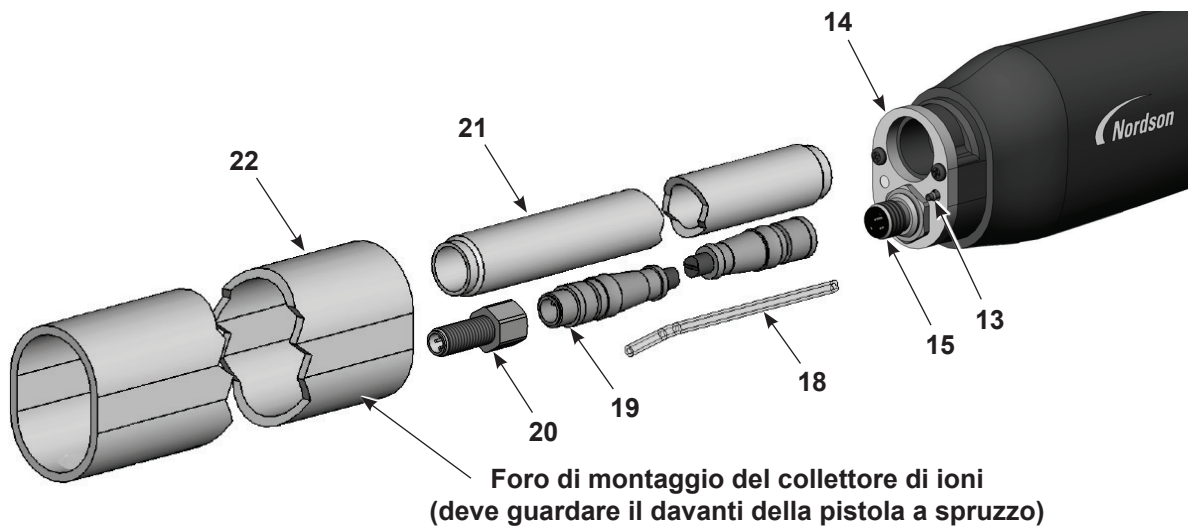
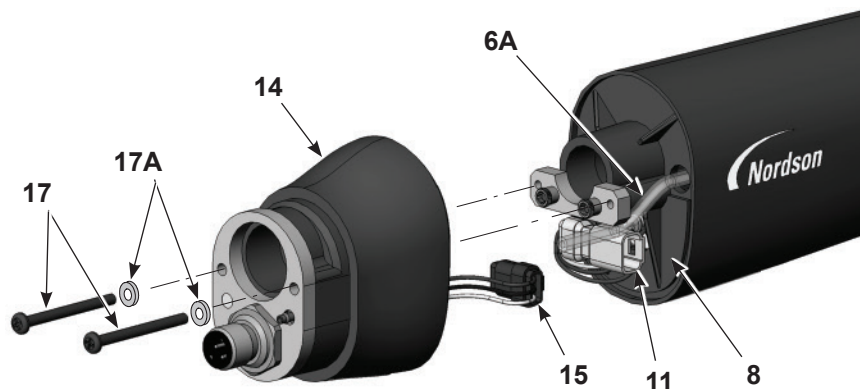
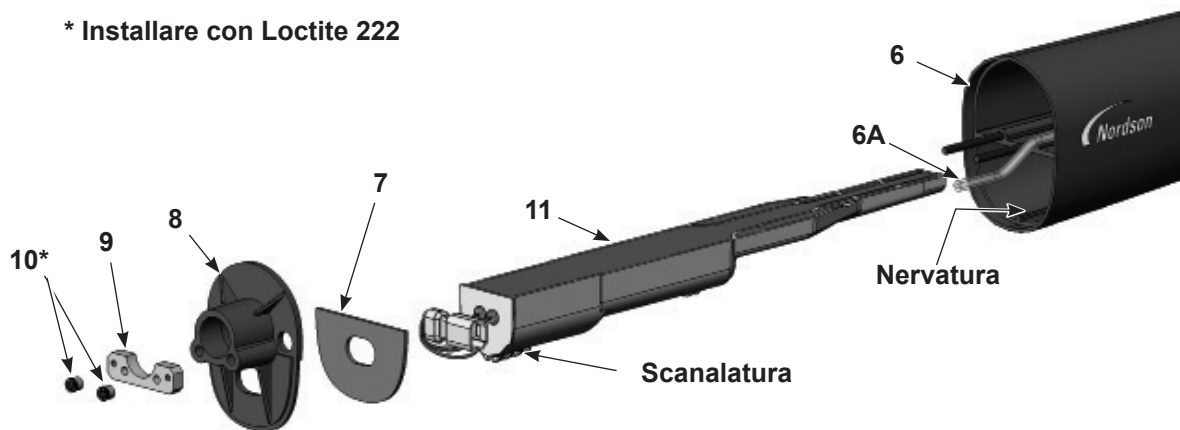

Figura 7-3 Smontaggio della pistola con montaggio su tubo 2 di 5
Figura 7-4 Smontaggio della pistola a spruzzo con montaggio su tubo 3 di 5
Figura 7-5 Smontaggio della pistola a spruzzo con montaggio su tubo 4 di 5
7. Vedi Figura 7-3. Estrarre il tubo di montaggio (22) dal gruppo del corpo posteriore (14) e farlo passare sopra il tubo di bloccaggio (21).
9. Scollegare il cavo di prolunga (19) dal cablaggio dell'alloggiamento (15).
10. Scollegare il tubo dell'aria trasparente da 4 mm (18) dal raccordo scanalato (13).
11. Se si sta sostituendo il cavo di prolunga, rimuovere la presa del cavo (20). Altrimenti si può lasciarla collegata.
12. Vedi Figura 7-4. Togliere le due viti a brugola (17) e le rondelle di sicurezza (17A) dal corpo della pistola a spruzzo posteriore (14).
13. Allontanare con delicatezza il corpo della pistola a spruzzo posteriore dalla saracinesca (8) per scollegare il cablaggio di alimentazione (11) dal cablaggio dell'alloggiamento (15) e el tubo del gruppo filtro (6A) dal raccordo scanalato dentro il corpo posteriore.
14. Vedi Figura 7-5. Con una chiave esagonale da 0,3 cm (1/8 in.) rimuovere i due dadi Allen (10) e la piastra di avvitamento (9) dalla saracinesca (8). Poi rimuovere la saracinesca dal corpo della pistola a spruzzo (6), facendo avanzare il cablaggio di alimentazione attraverso la saracinesca.
15. Far scorrere l'alimentatore di tensione (11) fuori dal corpo della pistola a spruzzo.
17. La guarnizione (7) è attaccata alla saracinesca con un adesivo sensibile alla pressione. Se la guarnizione è danneggiata, sostituirla con una nuova.
- Vedi Figura 7-5. Installare l'alimentatore di tensione (11) nel corpo della pistola a spruzzo (6), assicurandosi che la nervatura del corpo della pistola a spruzzo combaci con la scanalatura sull'alimentatore di tensione. Alloggiare saldamente l'alimentatore di tensione nel corpo della pistola a spruzzo.
- Far avanzare il cablaggio di alimentazione attraverso la saracinesca (8), poi installare la saracinesca e la piastra di avvitamento (9) sui perni del corpo della pistola a spruzzo. Applicare adesivo frenafilietti Loctite 222 sui dadi Allen (10) e avvitarli sui perni. Serrare i dadi a 0,45 N•m (64 inch-ounces) con una chiave esagonale da 0,3 cm (1/8 in.)
- Vedi Figura 7-4. Collegare il cablaggio dell'alloggiamento (15) al cablaggio di alimentazione (11). Infilare i connettori del cablaggio (11, 15) nel gruppo del corpo posteriore nelle posizioni illustrate.
- Collegare il tubo del gruppo filtro (6A) al raccordo scanalato all'interno del corpo posteriore. Far avanzare qualsiasi tubo trasparente dell'aria extra nel corpo della pistola a spruzzo, poi installare il corpo posteriore sulla saracinesca con le viti (17) e le rondelle di sicurezza (17A).
- Vedi Figura 7-3. Avvitare il tubo di bloccaggio (21) nel corpo posteriore (14).
- Collegare il cavo di prolunga (19) al cablaggio dell'alloggiamento nel gruppo del corpo posteriore.
- Collegare il tubo trasparente da 4 mm (18) al raccordo scanalato sul gruppo del corpo posteriore.
- Orientare il tubo di montaggio (22) con il foro del collettore di ioni che guarda verso il davanti della pistola a spruzzo.
9. Vedi Figura 7-3. Collegare il cavo di prolunga (19) all'alloggiamento (20) nel cappuccio all'estremità (23).
11. Installare il cappuccio all'estremità sul tubo di montaggio, facendo avanzare il tubo di bloccaggio (21) e il tubo trasparente da 4 mm (18) attraverso il cappuccio all'estremità.
12. Fissare l'alloggiamento del cavo (20) al cappuccio dell'estremità con la rondella di sicurezza e il dado.
13. Avvitare il dado del tubo di bloccaggio (24) sul tubo di bloccaggio e stringerlo bene.
14. Installare il bocchettone (25) sul tubo trasparente da 4 mm.